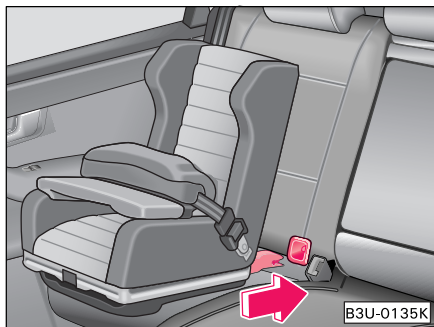

Fig. 144 Scaunul pentru copii ISOFIX este introdus în elementele de prindere montate
- Fixați scaunul pentru copii în punctele de ancorare „ISOFIX“, până când se aude zgomotul special de blocare ⇒ Fig. 144.